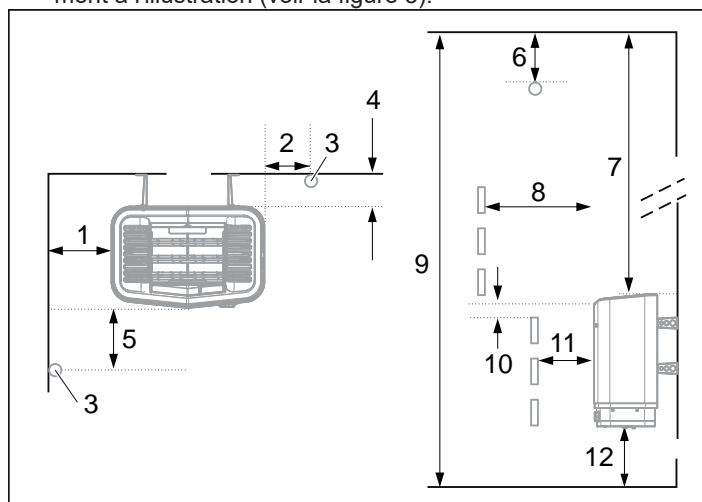
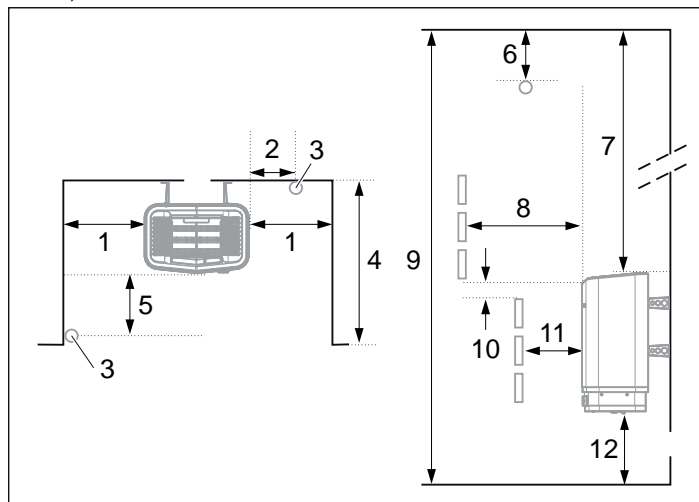

Fig. 3 : Emplacement du poêle – montage normal
Fig. 5 : Emplacement du poêle – montage en encastré dans une niche
- Planifier l'emplacement des capteurs (voir la figure 3, page 20 et la figure 5, page 20).
- sur le même mur que la porte (à titre exceptionnel, sur un mur adjacent, mais très près du passage de porte). Le poêle peut également être installé dans une niche (voir la figure 5).
- à une distance suffisante du sol, des parois latérales et des aménagements (voir la figure 5). Placer le capteur conformément à l'illustration (voir la figure 3).
1. Placer le poêle à une distance suffisante du sol, des parois latérales et des aménagements (voir la figure 5).
2. Placer le capteur conformément à l'illustration (voir la figure 5).